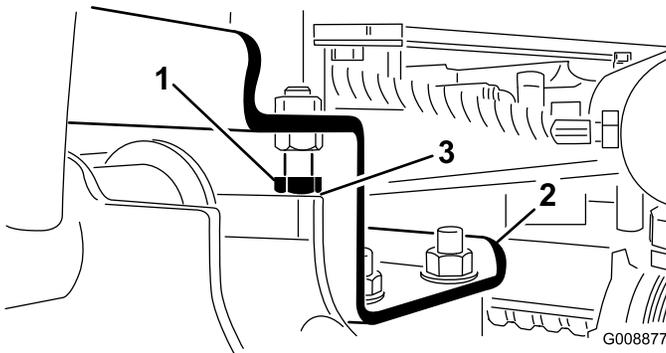

図 9
A. ストップ・ボルトを戻す (図 9)。
- 2. 各昇降アームとストップボルトとの隙間が 0.13~1.02 mmの間にあるかどうか点検する (図 9)。この範囲になればストップボルトを調整する。